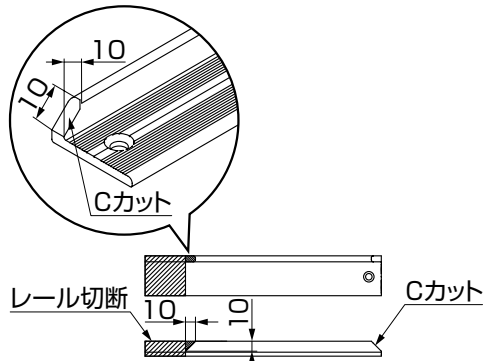
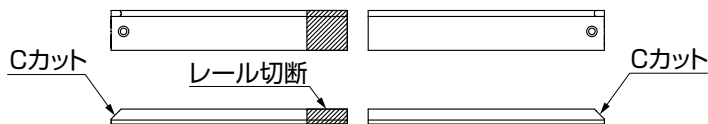
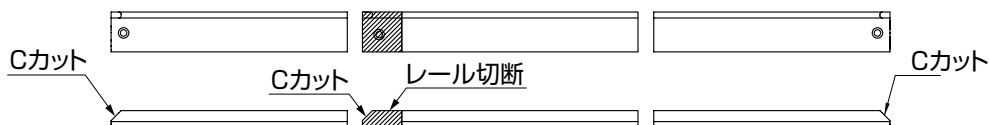

図10-9 レールにつなぎ目が無い場合
図10-10 レールを2本つなぎにする場合
図10-11 レールを3本つなぎにする場合
- ② 切断するサイドレールがどのタイプか図10-9、図10-10、図10-11で選択してください。
- ③ 表10-2、表10-3、表10-4の切断寸法を参考にサイドレールを切断してください。
- サイドレールにつなぎ目がない場合、Cカットが無い側を切断し、切断部側に現場でCカットの加工をしてください。(図10-9参照)
- レールを2本つなぎにする場合Cカットが無い側を切断し、Cカットが無い側どうしを合わせてください。(図10-10参照)
- レールを3本つなぎにする場合Cカットが有る側を切断し、そのレールを中央にし、Cカットが両端にくるようにし、3本を合わせてください。(図10-11参照)
- サイドレールはCカットが両端になるようにしてください。(図10-9、図10-10、図10-11参照)